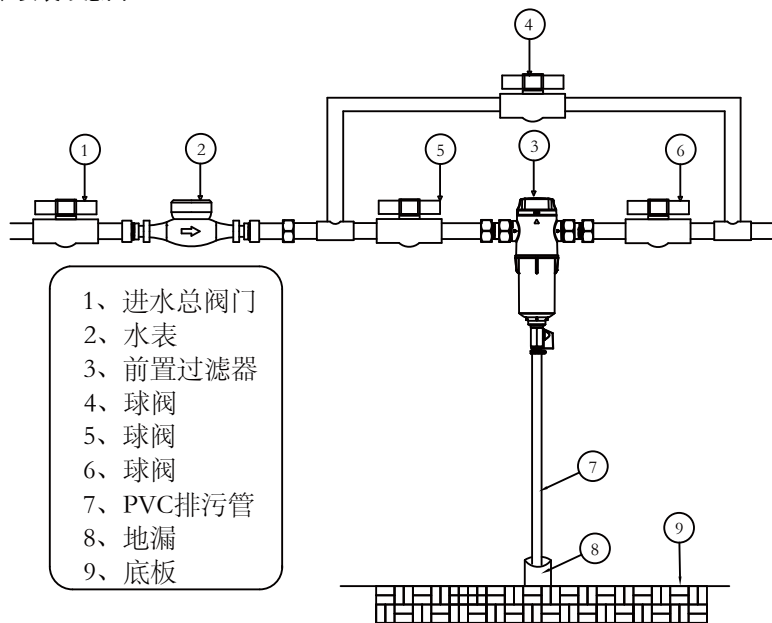

图7 安装示意图
安装前置过滤器前，先关闭进水总阀门①，打开家用设备的出水口以便将管道里的水排干，如不想影响到家庭正常用水，亦可关闭球阀⑤⑥，打开球阀④（参看安装完成示意图-图7），而无须关闭进水总阀门；